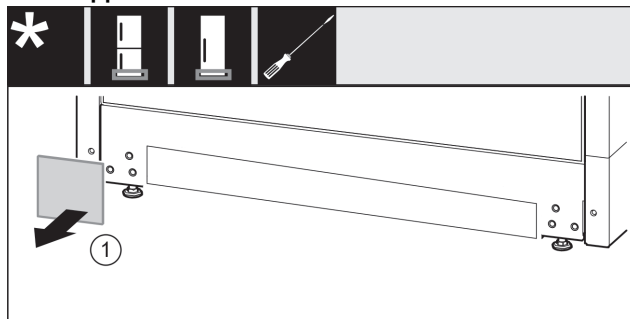

Fig. 14
- ▶ Afdekking verwijderen. Fig. 14 (1)